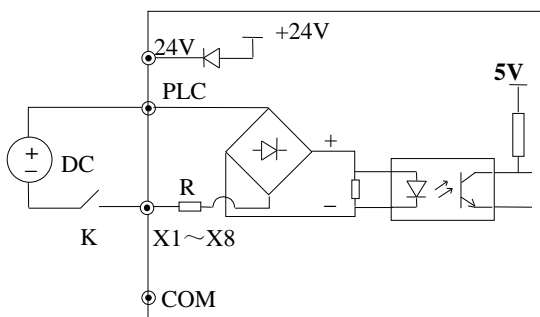

图 2-21 使用外部电源的连线方式（31R5PB~35R5PB仅有X1~X5）
2) 使用外部电源，接线方式如图2-21（注意：31R5PB~35R5PB机型去除内部PLC与24V短接跳线JP1，37R5PB~3400P机型去除PLC与24V端子间的连接线）。